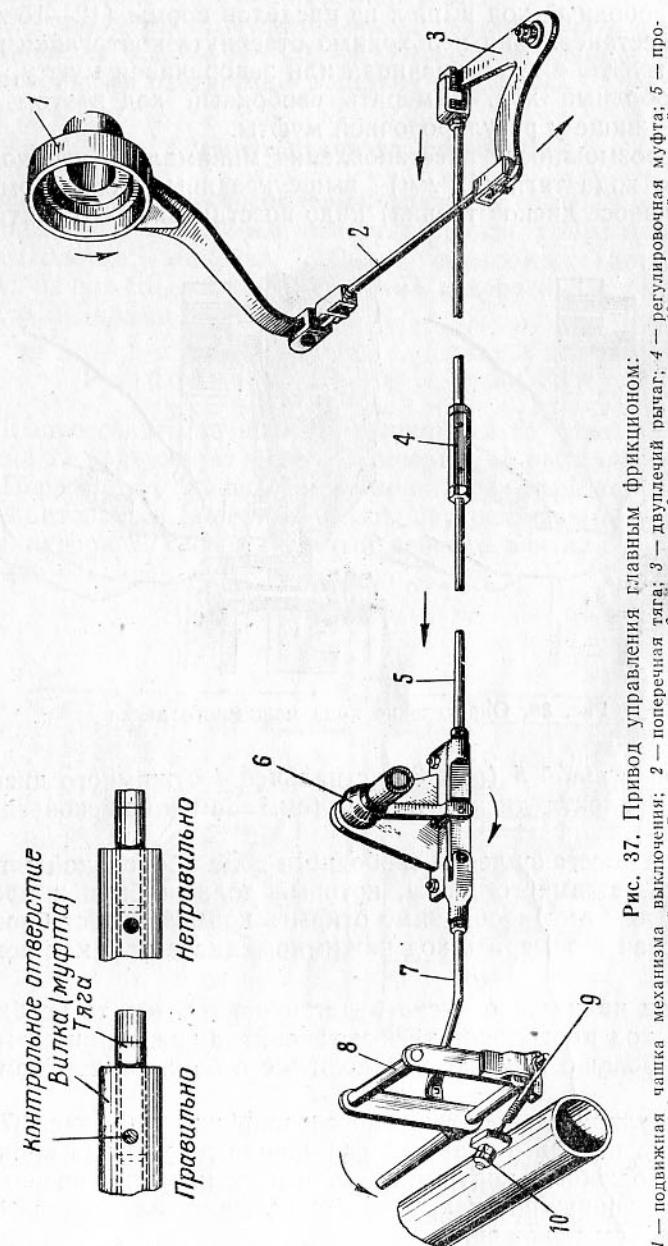

Рис. 37. Привод управления главным фрикционом:
1. Проверить свободный ход наклонной тяги 7 (рис. 37) привода управления главным фрикционом. Для этого необходимо:
3. Отрегулировать натяжение сервопружины 9 (рис. 37), для чего выжать педаль 8 главного фрикциона до упора в кронштейн балансира, ослабить контргайку 10 серьги и, навинчивая гайку, натянуть сервопржину так, чтобы она удерживала педаль 8 в переднем крайнем положении.